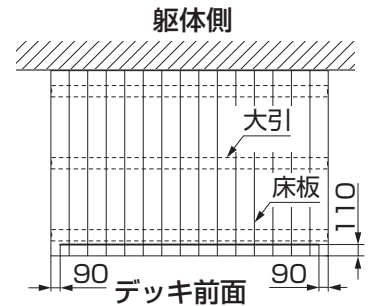
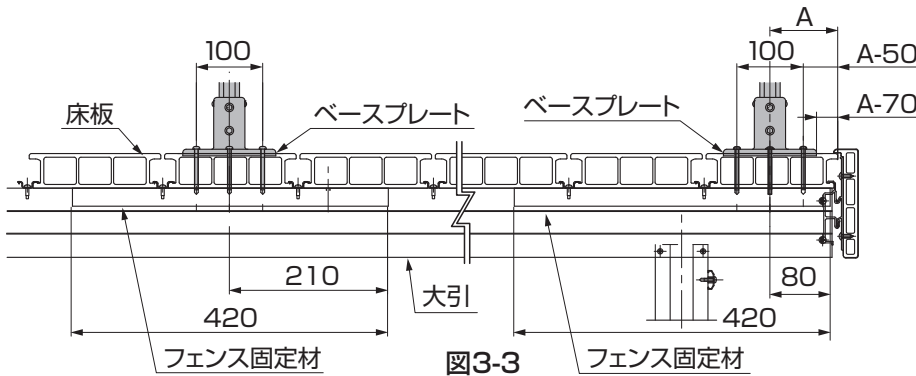
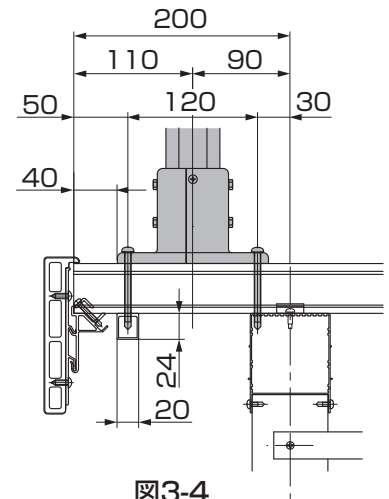

図3-2 柱設置可能範囲(柱芯寸法)
図3-3
図3-4
- デッキの中間部に立てる場合、端部に立てる場合には、図3-1、図3-2、図3-3、図3-4を参照して取付けてください。
- 図3-3のA寸法値の最小値は90mmです。
- 図3-3のA寸法の最大値は、フェンス固定材に手が届く約400mmの範囲内で自由に設定することができます。
②ネジ位置をマーキングしてください。
③マーキングした床板にφ5.5の下穴をあけてください。(※1)
④ベースプレートを【1-4】で、床板の下の大引まで3ヶ所取付けてください。
⑤デッキ前面の中心の下穴とフェンス固定材の穴を合わせて、ベースプレートを【1-5】で取付けてください。(※2)
⑥【1-4】で、床板の下にフェンス固定材をあてて2ヶ所取付けてください。